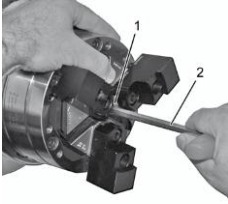

Fig. 19
9. Vissez à fond l'adaptateur de mors avec une clé à six pans creux [Fig. 19/2] via l'ouverture centrale [Fig. 19/1] jusqu'à ce que les segments viennent s'enclaner de manière audible et visible.